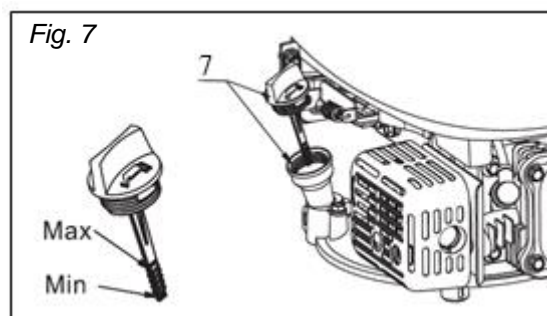

Fig. 7
2. Retire la tapa de llenado de aceite / varilla medidora (7) y límpiela.
3. Inserte la tapa / varilla de llenado de aceite (7) en el cuello de llenado de aceite como se muestra, pero no lo atornille, luego retírelo para verificar el nivel de aceite.
4. Si el nivel de aceite está cerca o debajo de la marca de límite inferior en la varilla medidora, retire la tapa de llenado de aceite / varilla medidora (7) y llene con el aceite recomendado hasta la marca de límite superior (borde inferior del orificio de llenado de aceite) . No llene demasiado.
5. Vuelva a instalar la tapa de llenado de aceite / varilla medidora (7). (Ver Fig. 7)